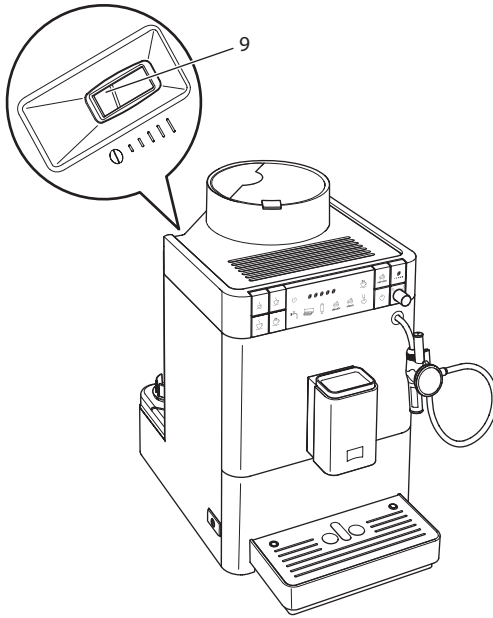

Abb. 13: Hebel für die Einstellung des Mahlgrads
- » Am Gehäuse wird der Hebel "Mahlgradverstellung" (9) sichtbar.
2. Stellen Sie den Hebel nach links oder nach rechts, wie auf Abb. 13 abgebildet.